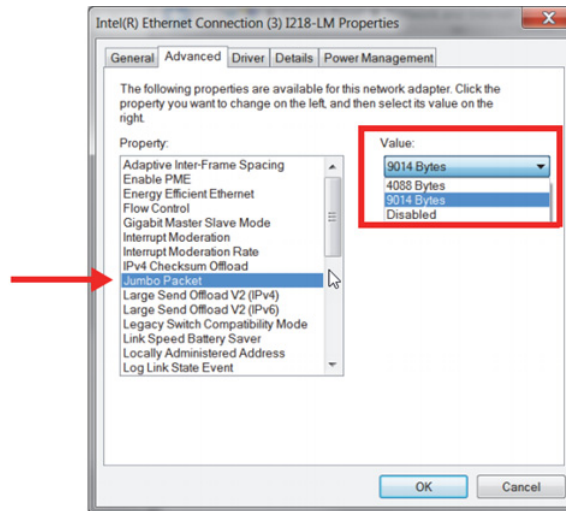

Figura 7-2 Configuração do Jumbo Packet
- Na guia **Advanced** (avançado), em **Properties** (propriedades), selecione **Jumbo Packet** ou **Jumbo Frames**. Em seguida, em **Value** (valor) altere o valor para **9014 Bytes** (Figura 7-2 na página 75).